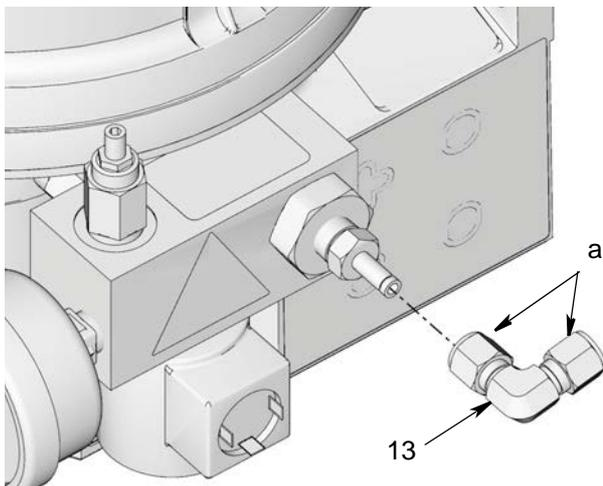

FIG. 9
6. Die Muttern (a) des Verbindungsbogens lösen und Bogen (13) mit dem Rohradapter verbinden (FIG. 9).